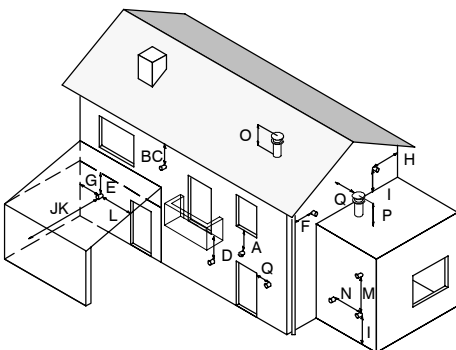

fig. 5.11
- e devono rispettare le distanze minime di fig. 5.11 ed eventuali norme nazionali e locali vigenti.